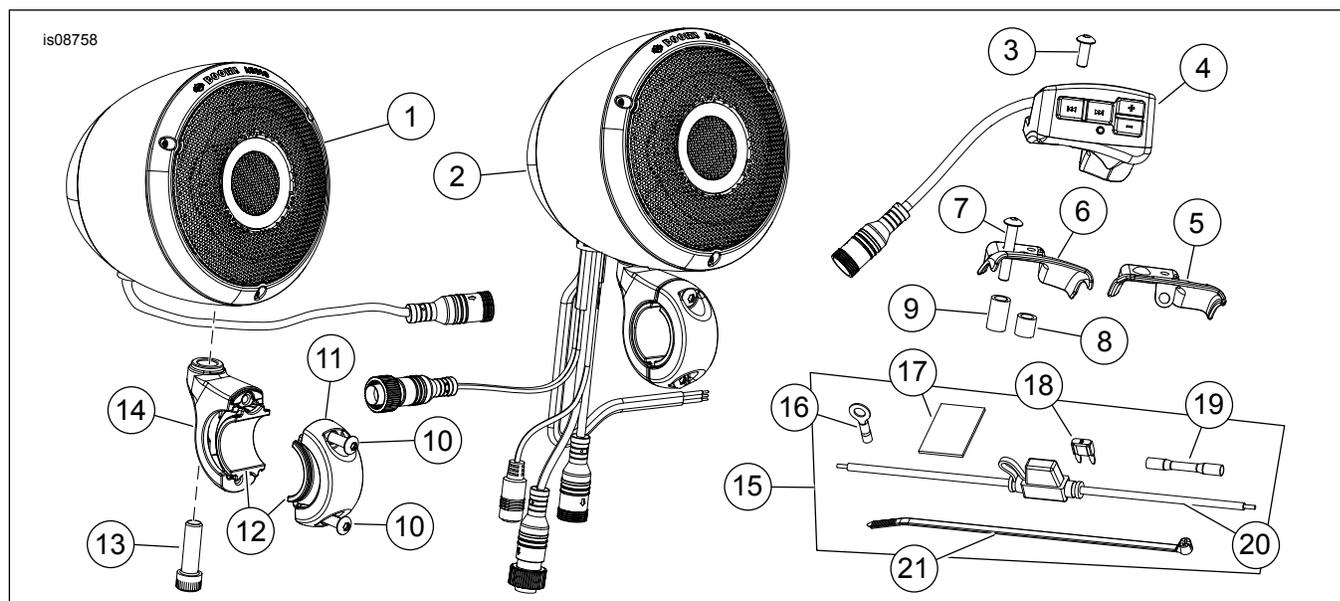

Figura 7. Parti di ricambio, kit altoparlante montato sul manubrio
- Vedere Figura 7. Il guscio dell'altoparlante (2) con **cinque** connettori elettrici si monta sul lato **freno** del manubrio. Il guscio dell'altoparlante (1) con **un** connettore elettrico (1) si monta sul lato **frizione**.
1. Vedere Figura 7. Collocare gli altoparlanti nelle posizioni individuate in precedenza. Alcuni modelli possono richiedere il riposizionamento del cavo della frizione. Collocare qualche goccia di Loctite blu su tutte le viti dei morsetti (10 e 13). Fissare gli altoparlanti al manubrio con morsetti (14 e 11) e viti (10). Serrare la vite (10) a 4,5-6,8 Nm (40-60 in-lb). Serrare la vite (13) a 20-27 Nm (180-240 in-lb).